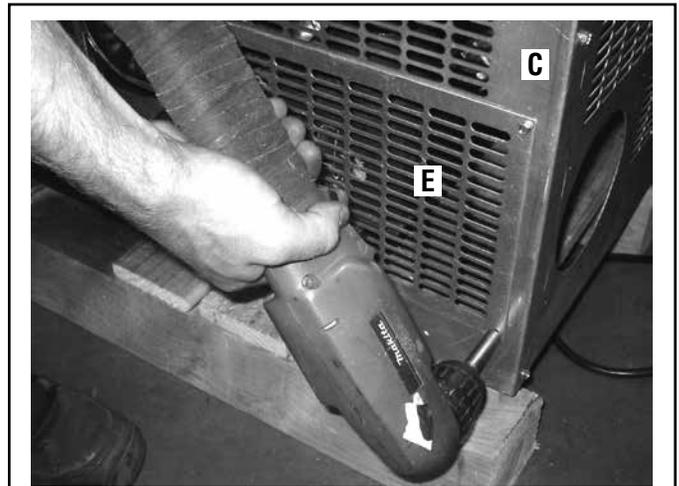

Figure 62
9. Installation de la trappe d'accès : À l'aide de 4 vis à tôle fournies, visser la trappe d'accès (**figure 62**, repère E) sur la plaque latérale droite (C) comme illustré à la **figure 62**.